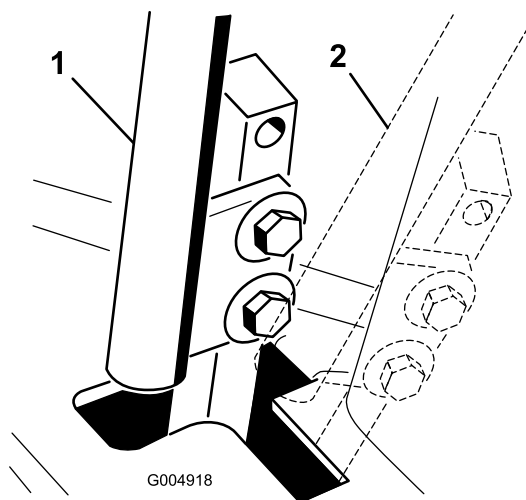

Figura 71
4. Mueva la palanca a la posición de punto muerto, pero **no a la posición de bloqueo** (Figura 71).
6. Compruebe la posición de la palanca de control con relación a la muesca de la consola (Figura 71). Debe estar centrada para que la palanca pueda girar hacia fuera a la posición de bloqueo/punto muerto.